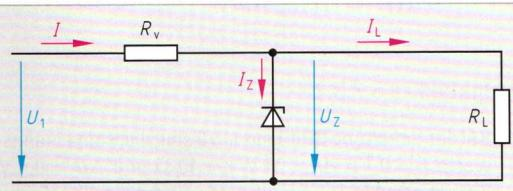

Bild 2: Spannungsstabilisierung mit Z-Diode
- An einer Stabilisierungsschaltung **Bild 2** werden gemessen:  $U_1 = 60 \text{ V}$ ,  $U_Z = 27 \text{ V}$  und  $I_L = 20 \text{ mA}$ . Der Z-Strom beträgt  $5 \text{ mA}$ . Berechnen Sie vom Vorwiderstand a) Widerstandswert, b) Leistung.
- In einer Stabilisierungsschaltung **Bild 2** mit  $U_1 = 36 \text{ V}$  und  $U_Z = 9 \text{ V}$  hat der Vorwiderstand  $100 \Omega$ . a) Welcher Strom fließt durch den Vorwiderstand? b) Wie groß ist der Z-Strom, wenn der Laststrom  $0,15 \text{ A}$  ist?